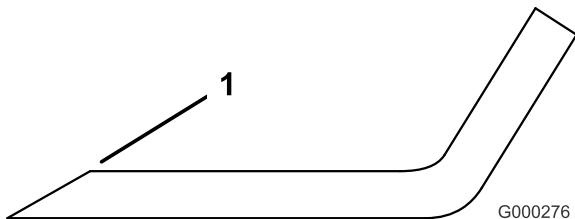

Figura 52
- Utilice una lima para afilar el filo de corte en ambos extremos de la cuchilla (Figura 52). Mantenga el ángulo original. La cuchilla permanece equilibrada si se retira la misma cantidad de material de ambos bordes de corte.